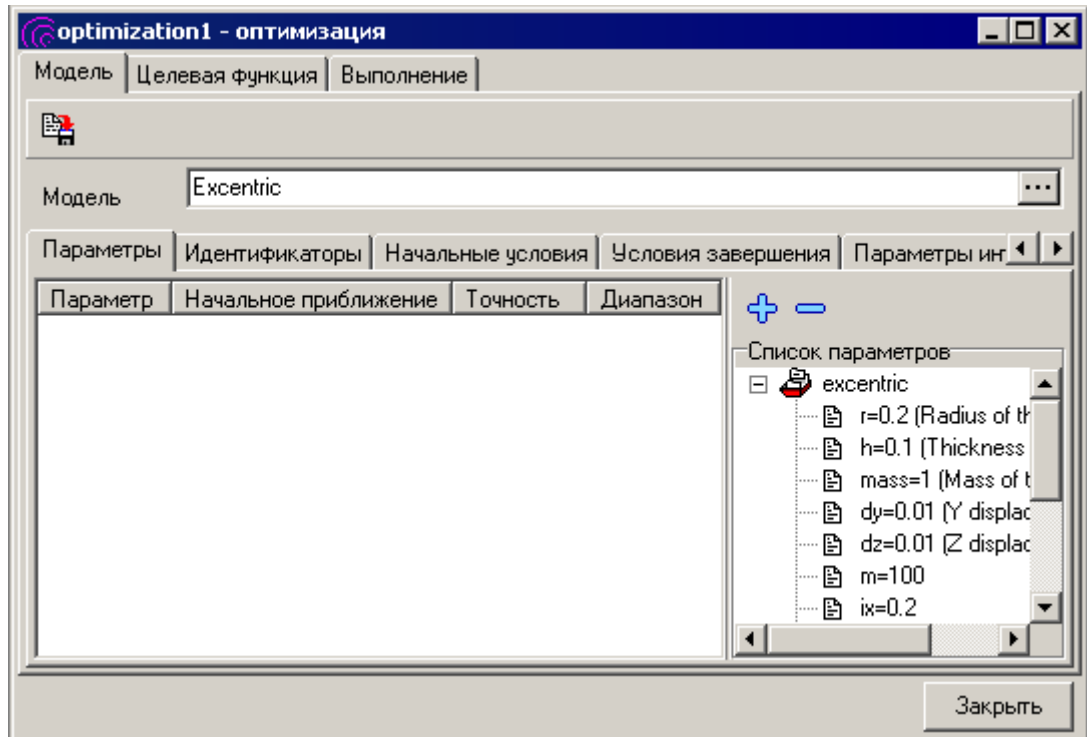

Рис. 5.5. Проект оптимизации: загрузка модели
2. Выберите модель `{um_root}\samples\tutorial\excentric`. Модель будет загружена, ее параметры будут отражены в списке параметров в правой части окна проекта, см. рис. 5.5.